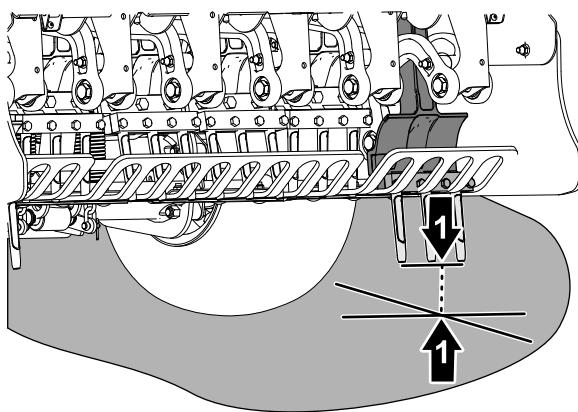

Bild 113
4. Drehen Sie die Riemenscheibe des Aerifizierkopfs (Bild 113), bis die äußersten Tines am nächsten zum Boden ausgerichtet sind.